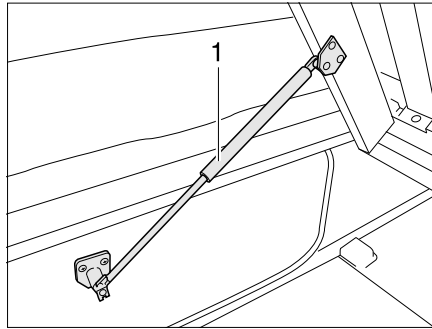

Fig. 177 Lit fixe
- Soulever le sommier à lattes. Les ressorts à pression de gaz (Fig. 177,1) maintiennent le sommier à lattes en position ouverte.